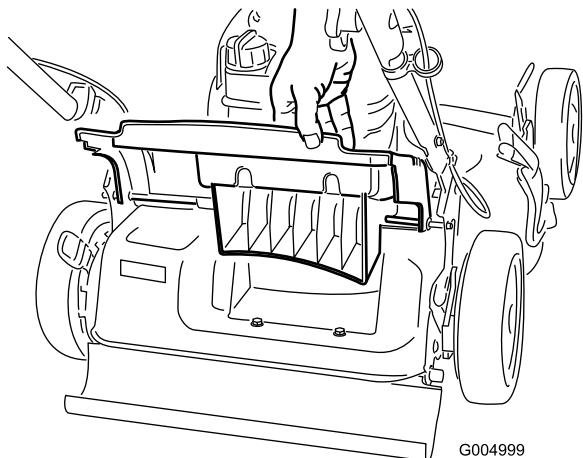

Figura 26
1. Levante y sujeté la puerta trasera (Figura 26).